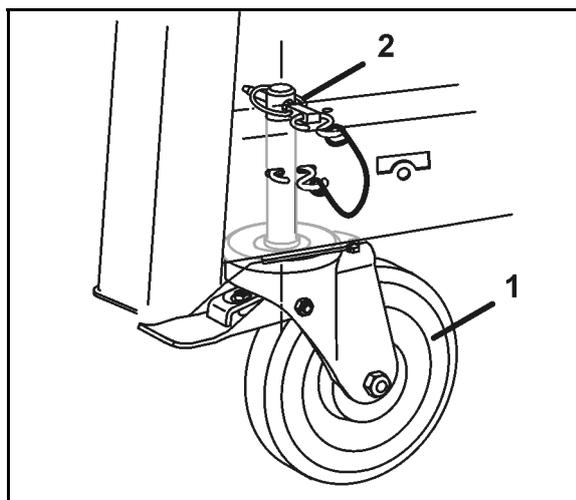

Fig. 45
5. Montez les roulettes avec frein manoeuvrables à l'avant (Fig. 45/1)
- o et bloquez-les avec la goupille (Fig. 45/2),